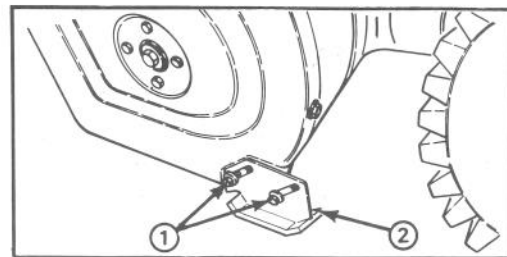

Figure 15
### RÉGLAGE DES PATINS (fig. 15)
2. Desserrez les 4 boulons à brides fixant les deux patins aux plaques latérales (fig. 15).